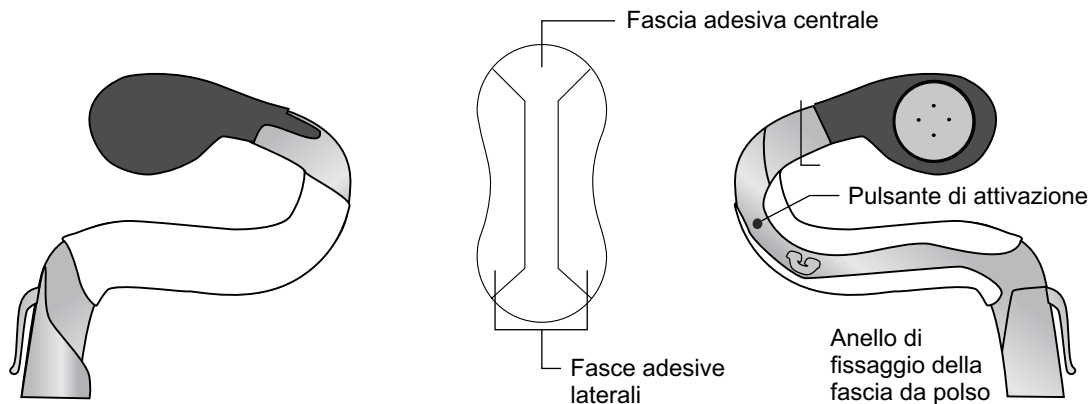

Figura 6-5 - La protezione dell'inserto del polso aderisce all'inserto del polso
5. Assicurarsi che l'inserto del polso sia completamente coperto (Figura 6-5).